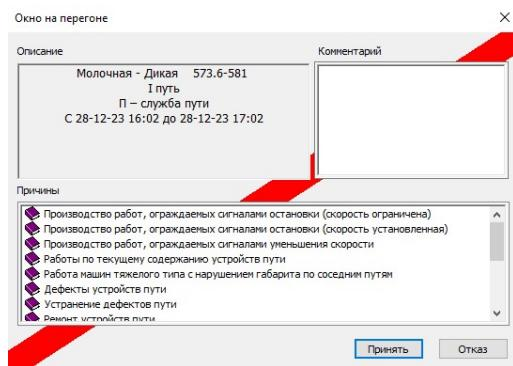

Рис.191. Окно «Окно на перегоне».
11. Для ввода служебной информации по «окну» нажать кнопку «Текст». Появится окно «Окно на перегоне» (см. рис. 191).